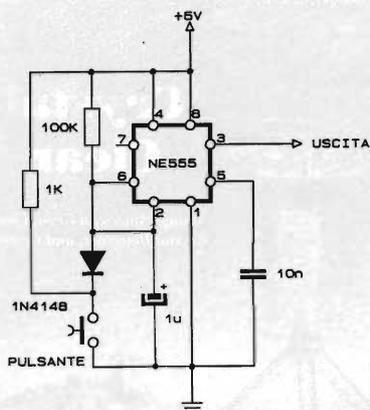

figura 18 - Circuito elettrico dell'interruttore antirimbalo con NE555.
– *Generatore di impulsi.* Nel nostro caso è un banalissimo interruttore elettronico antirimbato basato su di un 555 (figura 18). Per collaudare i nostri circuiti è sufficiente! Una volta realizzati i due circuiti, il funzionamento dell'interruttore elettronico può essere verificato ponendo sull'uscita un tester.